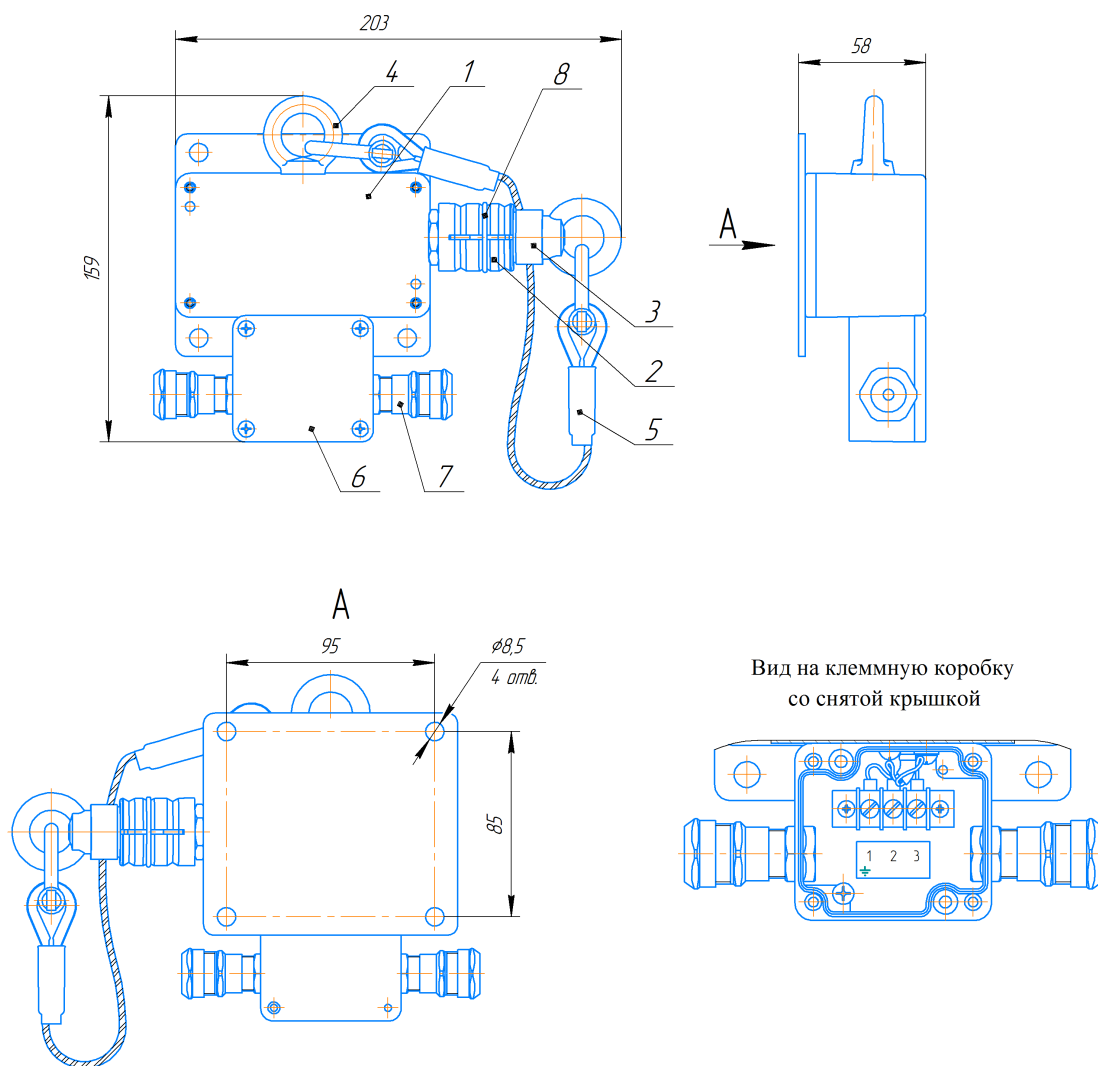

Рисунок 1. Габаритный чертеж
В корпусе поз.1 (см. рис.1) расположен герметичный магнитоуправляемый контакт (геркон). Справа от корпуса расположена цанга поз.2, предназначенная для крепления конуса поз.3 с постоянным магнитом. Цанга расположена относительно корпуса таким образом, что, пока в ней находится конус с магнитом, геркон под воздействием магнитного поля находится в состоянии «включено» (цепь между клеммами 1 и 3 замкнута, цепь между клеммами 1 и 2 разомкнута). Чтобы перевести выключатель в состояние «выключено», необходимо выдернуть конус из цанги. При этом цепь между клеммами 1 и 3 размыкается, цепь между клеммами 1 и 2 замыкается.
7.5. Величину усилия вдоль оси конуса, приводящего к изменению состояния выхода выключателя, можно регулировать, переставляя кольцо поз.8 (см. рис.1) ближе или дальше от корпуса (цанга поз.2 (см. рис.1) имеет три канавки для установки кольца). Чем дальше от корпуса расположено кольцо, тем большее усилие необходимо приложить к тросу для извлечения конуса из цанги.